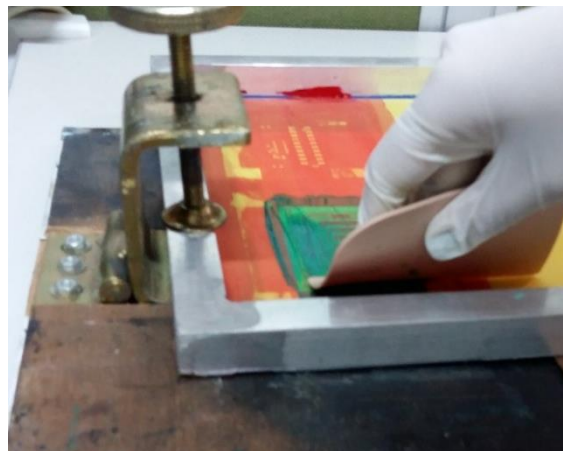

Figura 28. Tinta UV en la baquelita.
- Esparza de nuevo la tinta por la tela del bastidor con la escobilla teniendo la misma inclinación de 45° como se muestra en la figura 28.